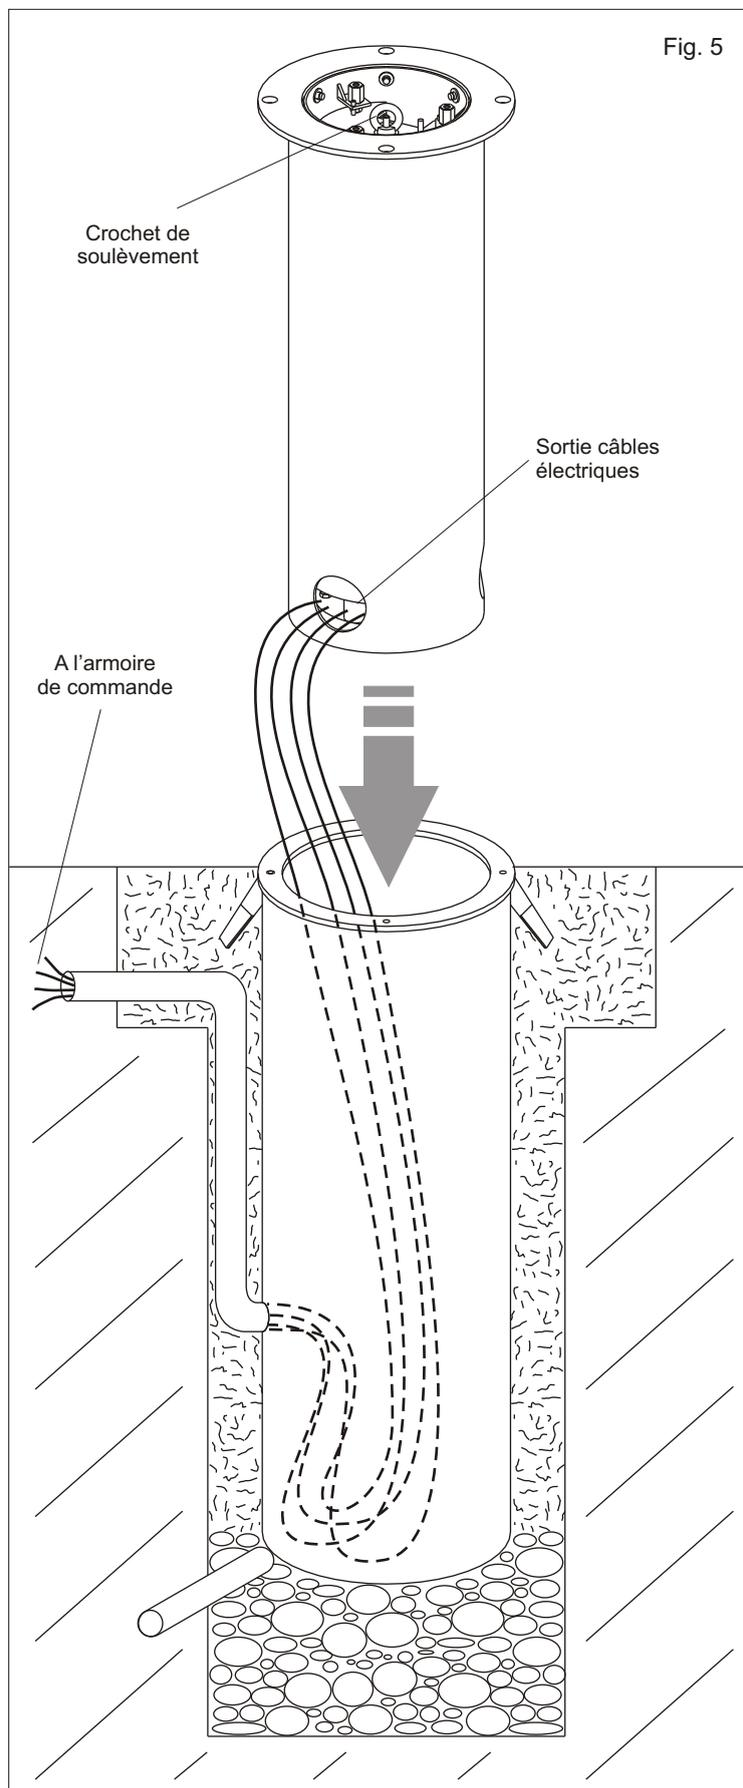

Fig. 5
2.2. En utilisant le crochet de soulèvement, insérer la borne dans le logement (Fig. 5).